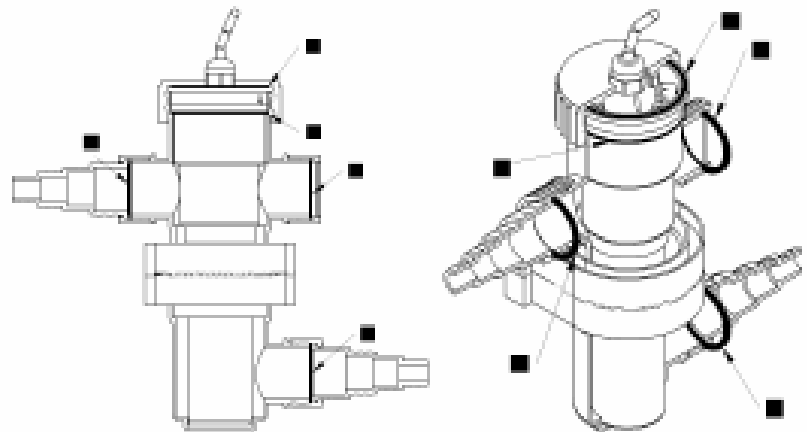

Fig. 9.
7. Remontez le produit en s'assurant que les joints plats (Figure 1 et 10) et les joints toriques (Figures 1, 4 et 6) soient bien montés (Figure 9).